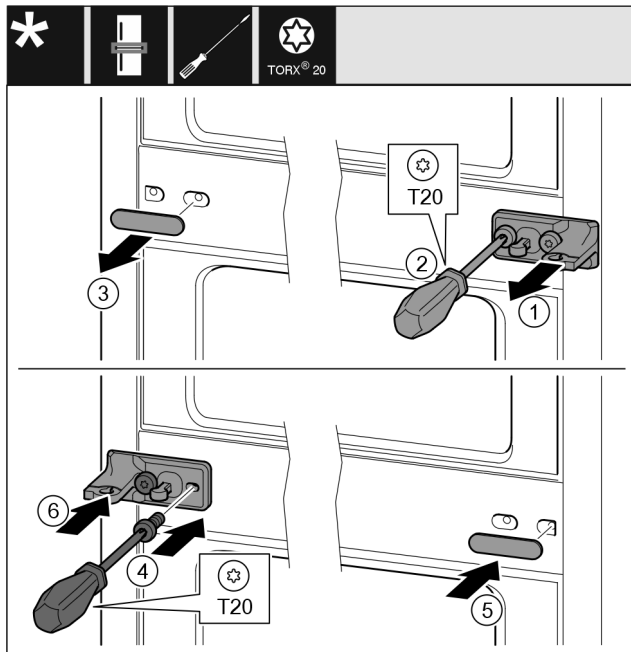

Fig. 11
- ▶ Enlever la rondelle. *Fig. 11 (1)*
- ▶ Desserrer les vis avec le tournevis T20. *Fig. 11 (2)*
- ▶ Enlever délicatement le cache. *Fig. 11 (3)*
- ▶ Visser fermement le support de palier avec film tourné de 180° de l'autre côté. *Fig. 11 (4)*
- ▶ Poser le cache tourné de 180° de l'autre côté. *Fig. 11 (5)*
- ▶ Enfiler la rondelle par devant. *Fig. 11 (6)*